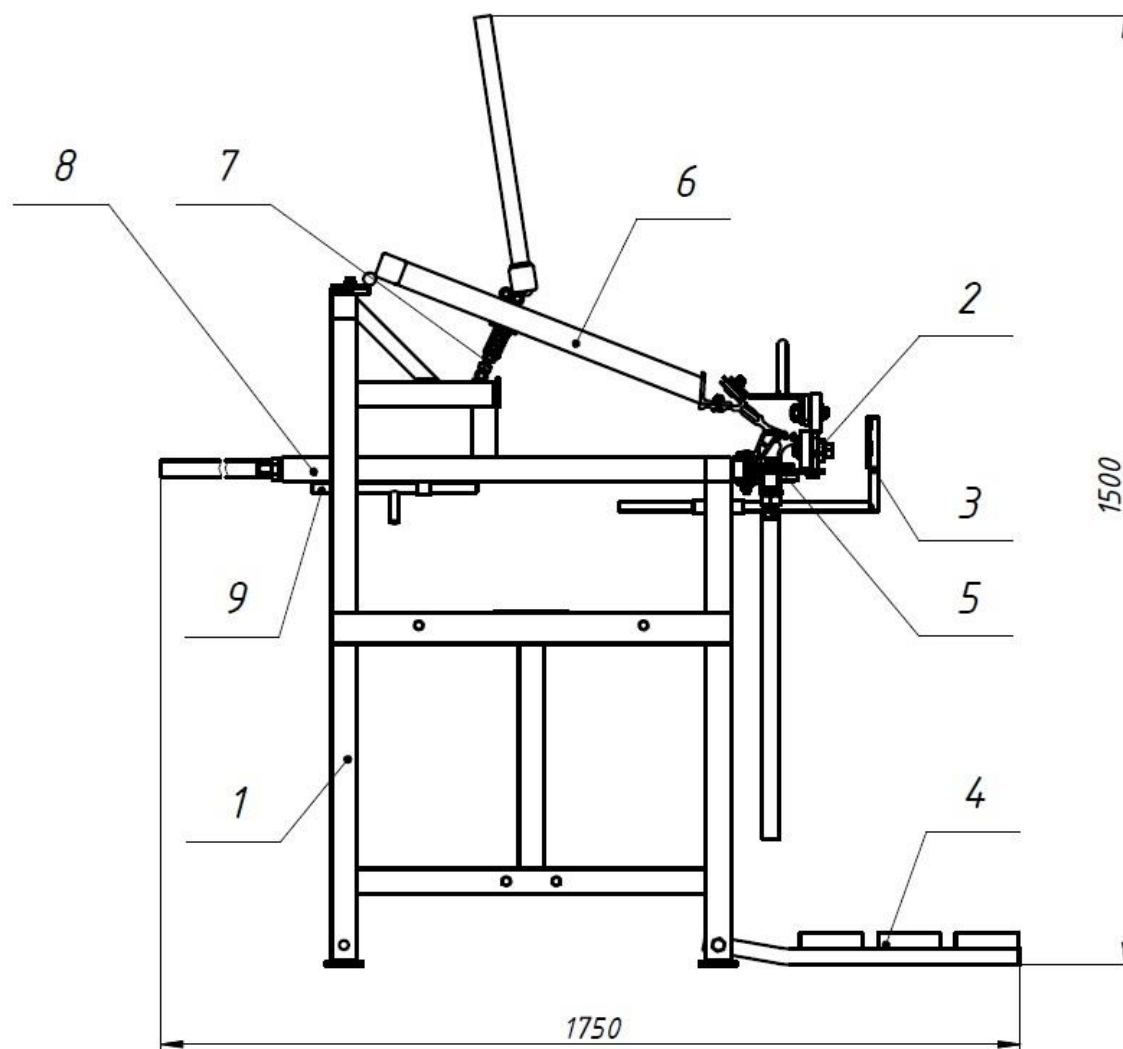
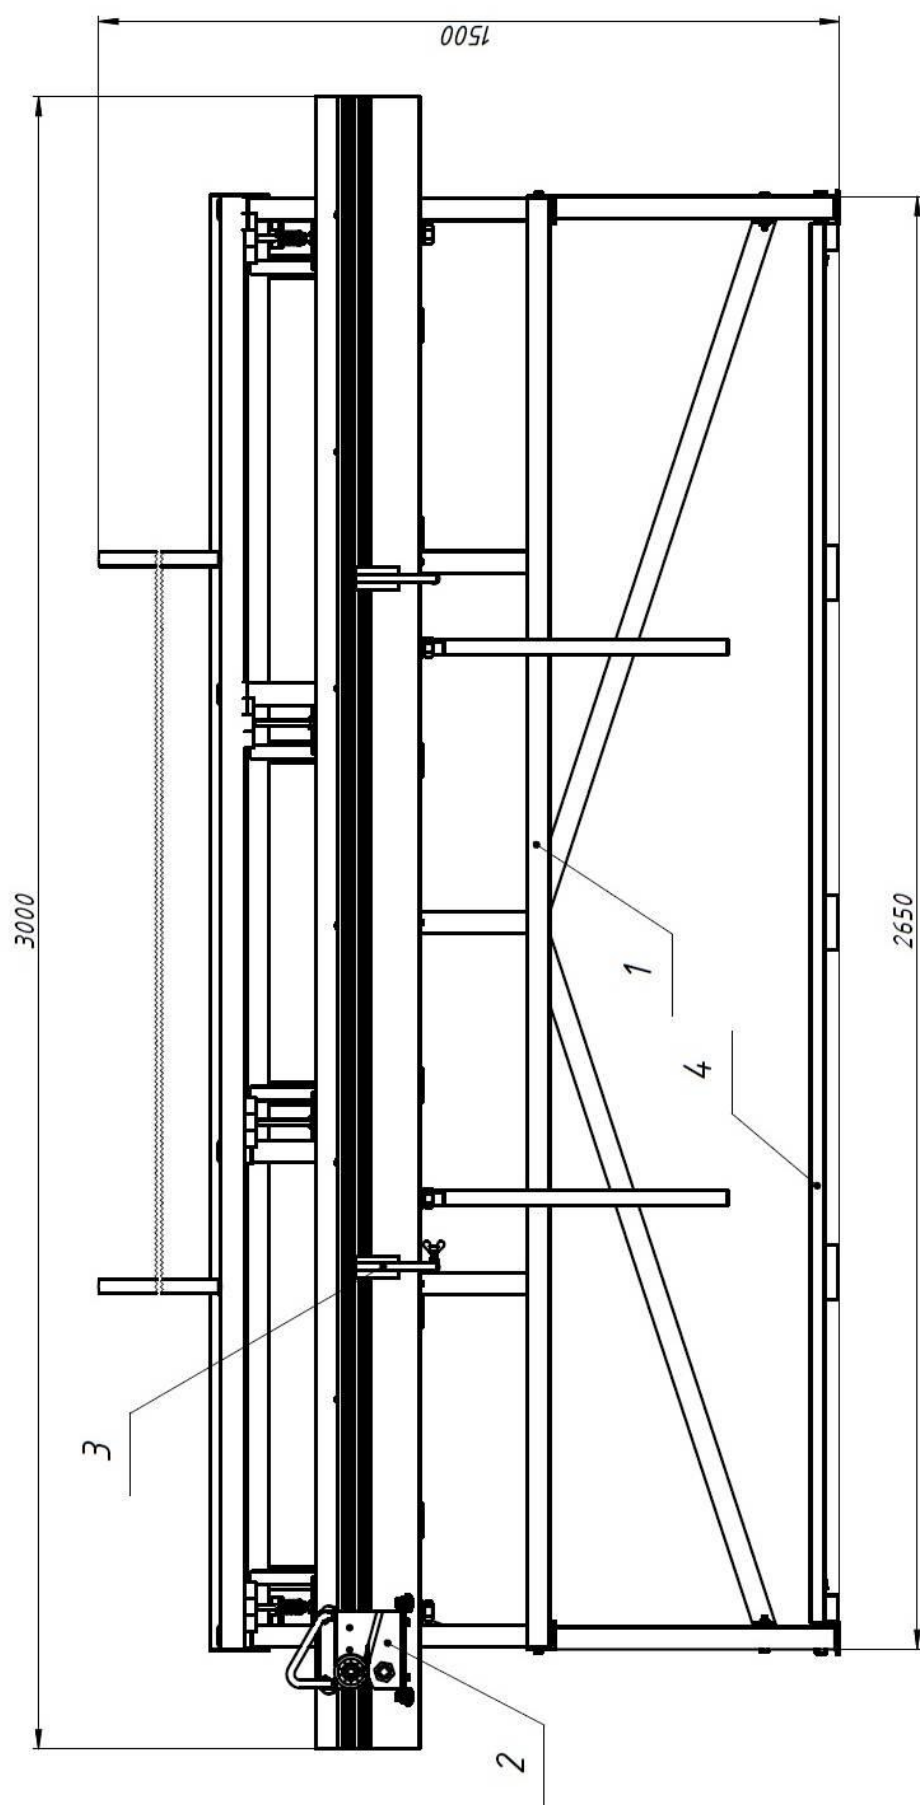

Рис.2. Общий вид листогиба.
Рис.3. Общий вид листогиба.
4.2. Общий вид листогиба указан на рис. 2 и рис. 3.
5.1. Листогиб состоит из (см. рис. 2 и рис.3) рамы листогиба 1, дисковая отрезная машинка 2, переднего упора 3, деревянного поддона 4, переднего пуансона с двумя ручками 5, прижимной рамы с матрицей 6, направляющей 3, кулисы регулировки силы прижима 7, заднего пуансона дожимав 8, стопора заднего пуансона 9.